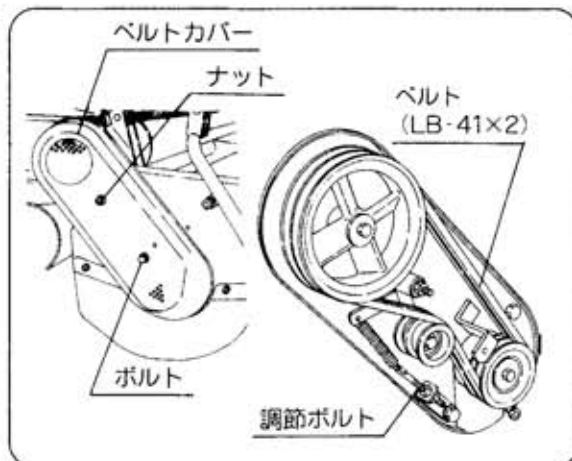

図61
- ① ボルト・ナットをゆるめベルトカバーを取り外します。(図61)
- ② 調節ボルトをゆるめます。(図61)